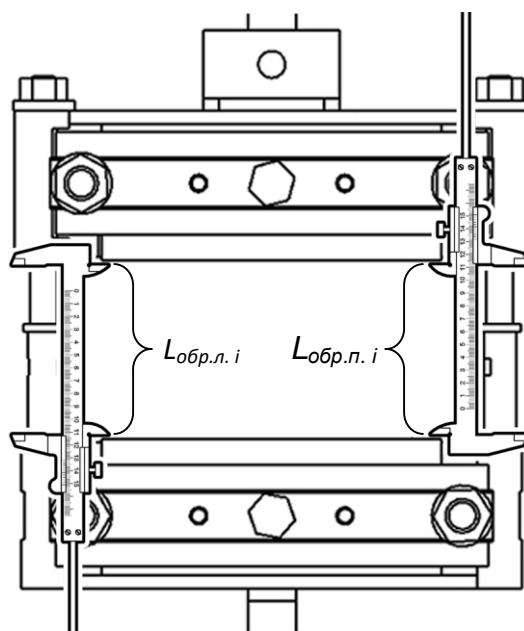

Рисунок 4 – Замер расстояния между зажимами
9.6.8 При полностью сомкнутых губках зажимов измерить расстояние между зажимами 1 ... 3 штангенциркулем $L_{обр.1} \dots L_{обр.3}$ и сравнить с показаниями машины (параметры $L1 \dots L3$) (см. рисунок 4, страница 7).